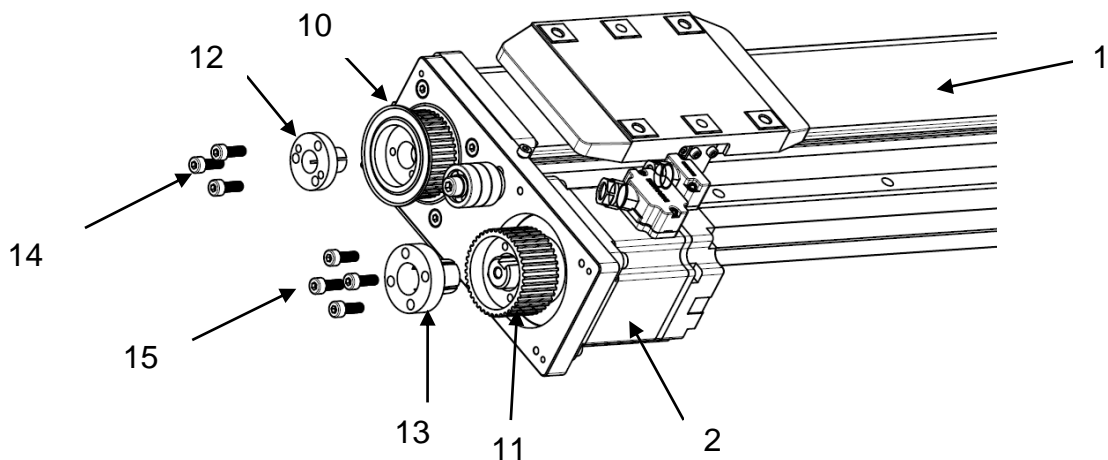

Рисунок 17 – Установка шкивов.
4) закрепить шкив (поз. 10) на вал линейного модуля (поз. 1) (см. рисунок 17). Затем установить шкив (поз. 11) в одной плоскости со шкивом (поз. 10) на вал двигателя (поз. 2). Закрепить муфты (поз.12 и 13) при помощи винтов (поз. 14 и 15) на вал линейного модуля (поз. 1) и на вал двигателя (поз. 2);